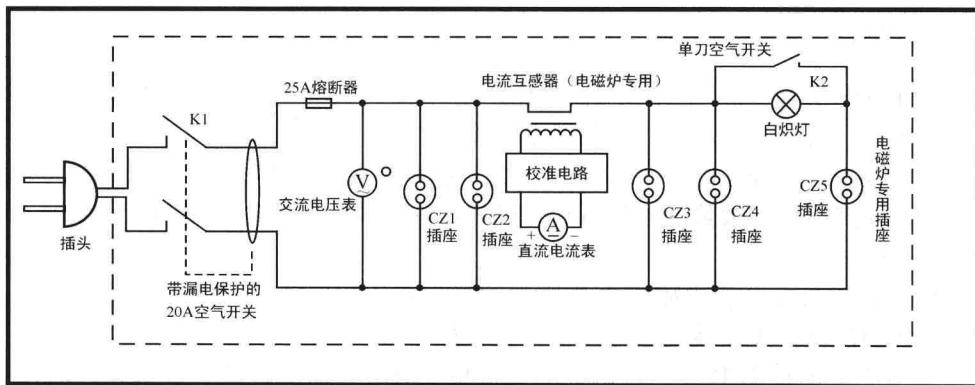

图 1-1 维修电源插座的内部电路
(1) 维修电源插座。维修电源插座的内部电路如图 1-1 所示。
在图 1-1 中，插座 CZ1 和 CZ2 可以插接电烙铁等检修工具；CZ3 和 CZ4 可以插接被检测的家用电器；而 CZ5 为电磁炉专用维修插座。电路中，电流互感器可用电磁炉的小型电流互感器代替，校准电路有四只桥式整流二极管，另外还有分压电阻、滤波电容和校正微调电感等元器件。